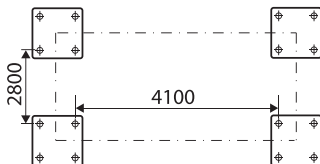

Рисунок 5 - Установочные размеры
1. Установите главную колонну, к которой крепится силовая установка, расположите остальные колонны относительно неё, придерживаясь установочных размеров, (рис. 5). Не рекомендуется сразу устанавливать колонны на анкерные крепления, т.к. возможны небольшие отклонения от размеров, которые необходимо скорректировать при сборке.